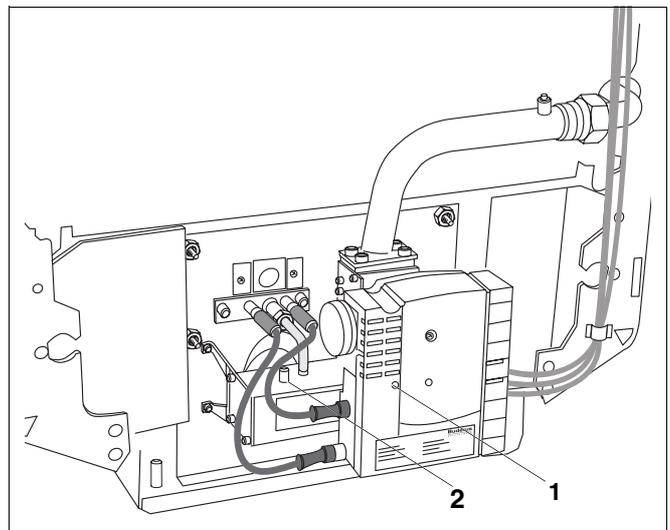

Abb. 52 Gasarmatur
- Bei Abweichung vom Sollwert: Korrigieren Sie den Düsendruck durch Drehen der Einstellschraube (Abb. 52, **Pos. 1**) in Plus- oder Minus-Richtung.
- Messschlauch entfernen und Verschlusschraube des Messnippels (Abb. 52, **Pos. 2**) wieder festdrehen.